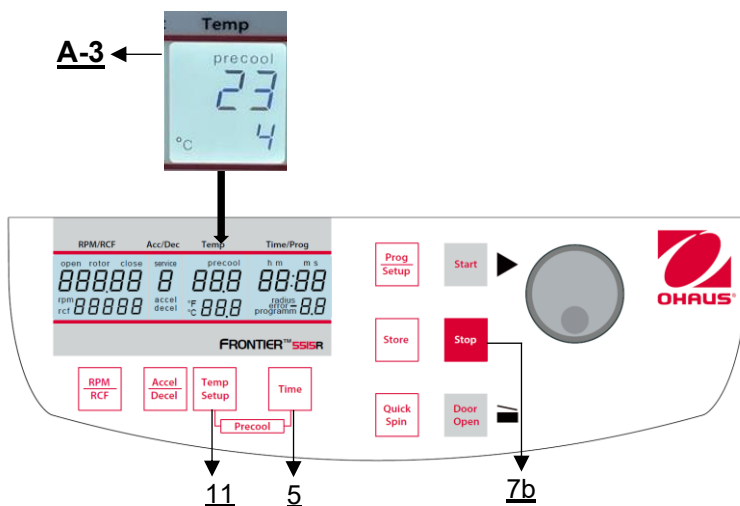

Figura 20
Si las muestras son sensibles a la temperatura, es útil preenfriar la centrifuga, el rotor y eventualmente los Vasos a la temperatura de trabajo requerida. Para ello, introduzca el rotor deseado y preajuste la temperatura correspondiente. Pulsando simultáneamente las teclas "**Temp/Setup**" (11) y "**Time**" (5) puede iniciar la marcha (Figura 20). Durante la marcha, el aparato elige automáticamente una RPM de giro equivalente al 30% o al 50% de la RPM de giro permitida del rotor respectivo (según el rotor). Una vez alcanzada la temperatura preajustada, puede salir de la marcha de preenfriamiento con la tecla "**Stop**"(7b)